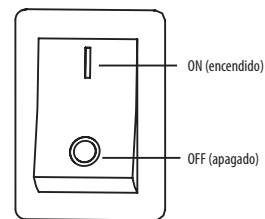

Figura 15
5. Si está equipado con un interruptor de control de parada de emergencia, asegúrese de que el control de parada de emergencia esté en la posición ON (encendido), representada por la línea sólida, mientras intenta arrancar el motor. Consulte la Figura 15.